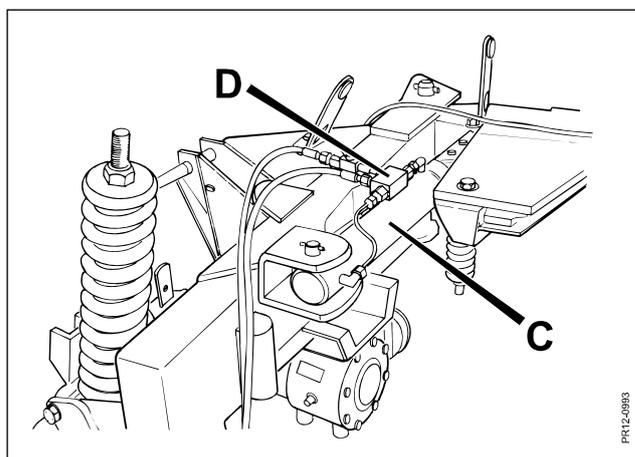

Fig. 3-4
- Fig. 3-4 "Bloquer" le vérin **C** en position transport en fermant la vanne **D**.